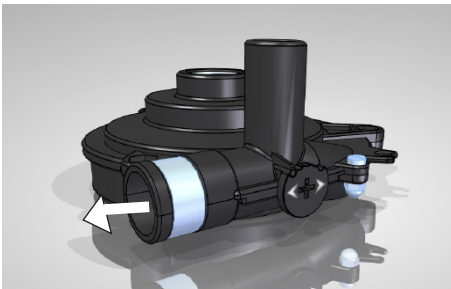

Fig 1 Circulación INTERNA.
- Circulación **INTERNA**: El agua sale de la bomba por el tubo horizontal (Ver fig 1). Con esta configuración se consigue una buena homogeneización de la temperatura en el líquido de la cubeta.